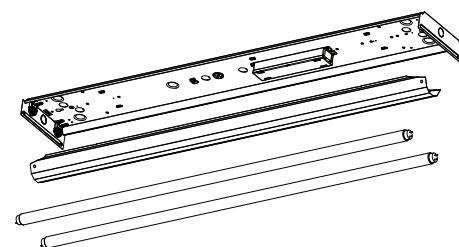

Fig. 7
- 7** Install lamps (not included) into lampholder slots, rotate a quarter turn to lock into place (Fig. 7).
Installer la lampe (non incluse) dans les fentes de la douille, la faire pivoter d'un quart de tour jusqu'à ce qu'elle se bloque (Fig. 7).
Instale los tubos fluorescentes o focos (no incluidos) en las ranuras de los soportes de la lámpara, haciéndolos girar un cuarto de cuadrante para asegurarlos en su lugar (Fig. 7).